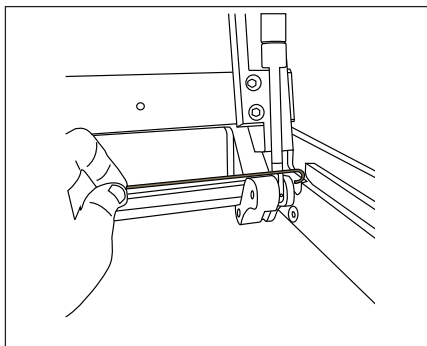

Fig.22
- Sfilare i perni e sostituire il pistone (per sfilare i perni utilizzare un ferro ad uncino) (fig. 22);
- Sfilare il perno e togliere il pistone (per sfilare il perno utilizzare un ferro ad uncino) (esempio in fig.22)